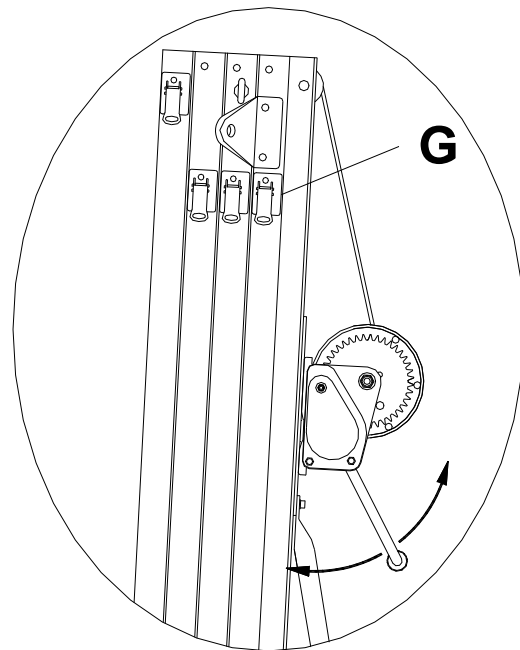

Bild 7
Der Lift wird durch leichtes Kurbeln im Uhrzeigersinn und gleichzeitiges Drücken der roten ALS Sicherung herunter gefahren (G). (Bild 7)